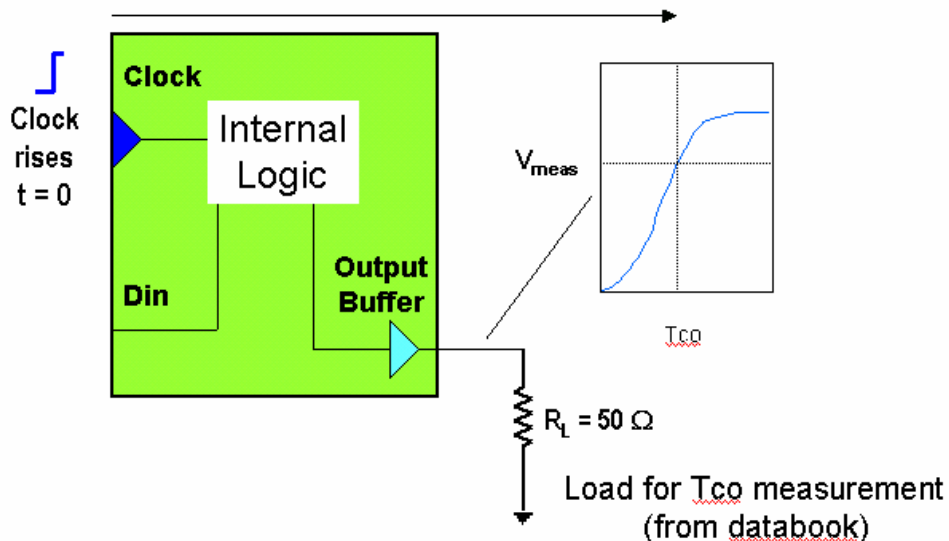

图 4—4: T_{comin}/T_{comax} 图示
Cadence 所完成的时序仿真实际上是建立在“Solution Space”的设计思想上的。所谓“Solution Space”就是通过分析电路原理、器件手册等资料得出一个理论的最恶劣条件下的时序最大可用空间，然后通过 Cadence 仿真软件计算出在满足该理论时序时对器件布局和布线的约束要求。在实践中我们总结了一张时序参数表格，如图 4—1 所示（该表中的计算公式只是一种典型的时序分析，对于一些特殊的时序分析要根据具体情况定，但思想方法是一样的，有些参数在第四章已经作了说明）。该表中行 4—24 为理论参数，一般从器件手册中查找得到，行 25—27 为计算的理论结果，行 28、29 为仿真结果。下面结合该表介绍时序仿真的过程。
- 14、 T_{comin}/T_{comax} : 输出缓冲器的时钟到数据有效延时最小值/最大值。参考图 4—4。